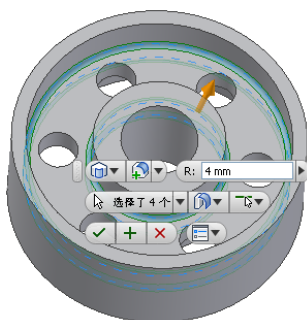

图 8-11 圆角示意图
- ①单击【三维模型】标签栏【修改】面板上的【圆角】工具按钮，打开【圆角】对话框。
- ②选择如图 8-11 所示的边线作为圆角边（注意零件两侧的边都要选择），设置圆角半径为 4mm，单击【确定】按钮完成圆角特征创建。